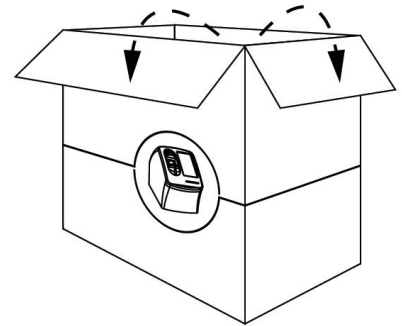

Figura 1
1. Coloque a caixa na posição vertical e abra as abas superiores (Figura 1).